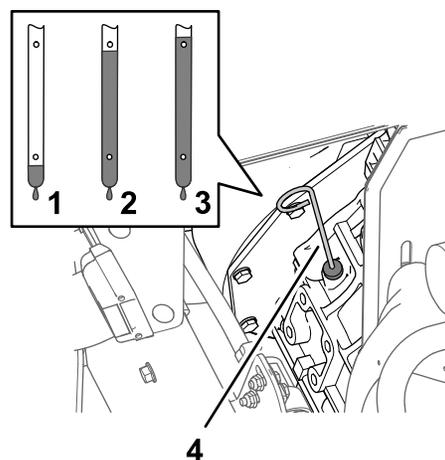

Figura 73
6. Retire a vareta e verifique o nível de óleo no motor (Figura 73).
7. Adicione devagar o óleo especificado para elevar o nível até à marca Cheio da vareta (Figura 73).